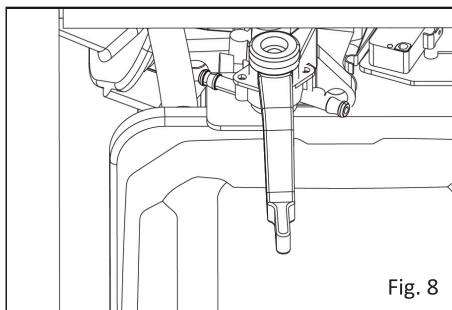

Fig. 8
- Sæt grebet på positionen Start. Nu er generatorens spjæld i lukket position, og både oliekontakten og motorkontakten er i tændt tilstand. (Se Fig. 8).